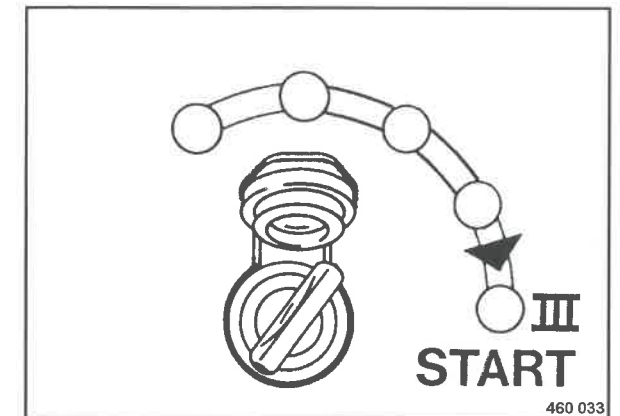

Fig. 51
- Girare la chiave di accensione fino alla posizione "III" (Fig. 51), il motorino di avviamento fa girare il motore.